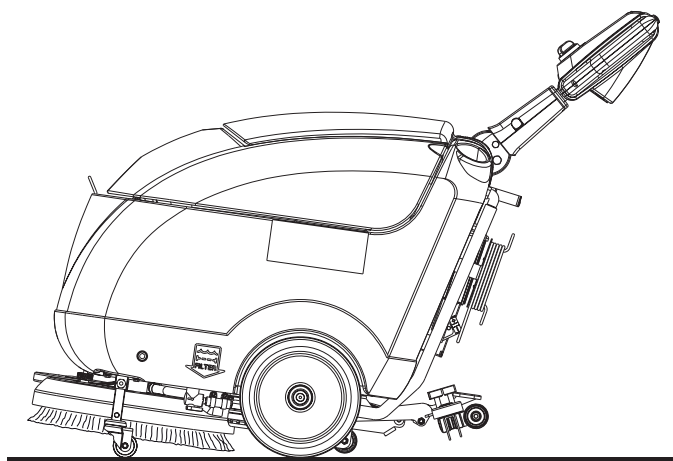

Figura 5
7. Solte as alavancas de accionamento da escova (70) e o botão de activação (69).
8. Rode o manipulador (62) na posição "0" para desligar a máquina.
9. Accione o engate de posicionamento (24) e engate o dispositivo de estacionamento da máquina (23a) para manter levantada a escova/porta-filtro (ver a Figura 5).